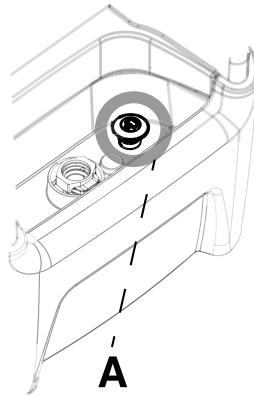

Figure 2-24 : Bouchon de purge
3. Pour purger le contrôleur, tirer le bouchon de purge du contrôleur (A) vers le haut pour ouvrir la purge (Figure 2-24 à la page 2-44). Laisser la purge ouverte.